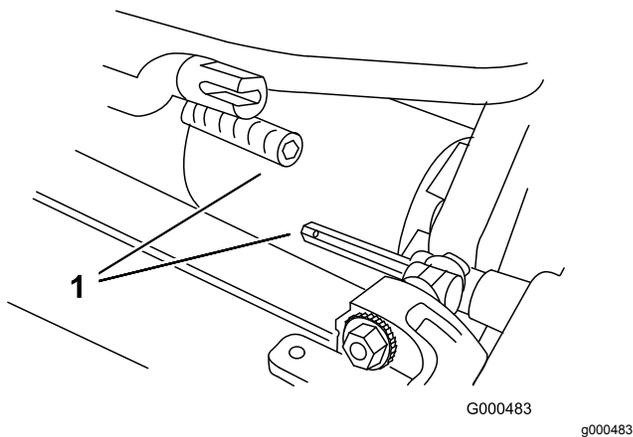

Figure 6
3. Poussez l'unité de coupe sous le groupe de déplacement et vers la gauche pour engager l'accouplement de la transmission (Figure 6).